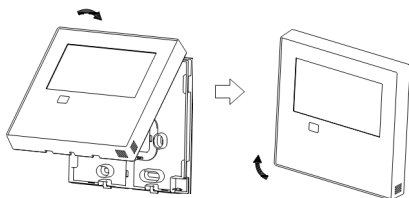

Fig. 3-9
- Después de ajustar la carcasa superior y luego cierre la carcasa superior; evite sujetar el cableado durante la instalación. (Fig. 3-9)